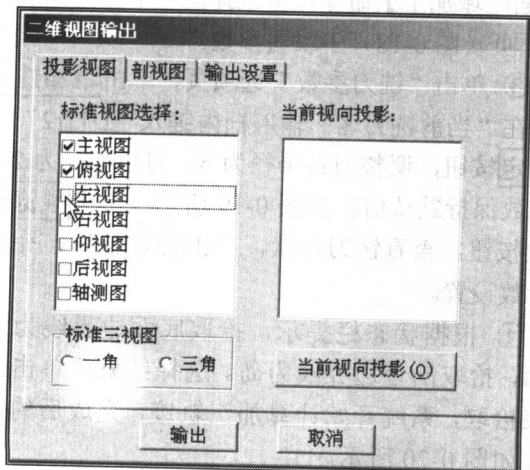

图 0-14 输出设置对话框
① 单击【文件】→【输出视图】命令, 系统弹出“二维视图输出”对话框, 在“投影视图”选项页选中“主视图”和“俯视图”, 如图 0-14 所示, 单击输出按钮, 将视图输出。
② 单击【文件】→【启动电子图板】命令, 启动 CAXA 电子图板。